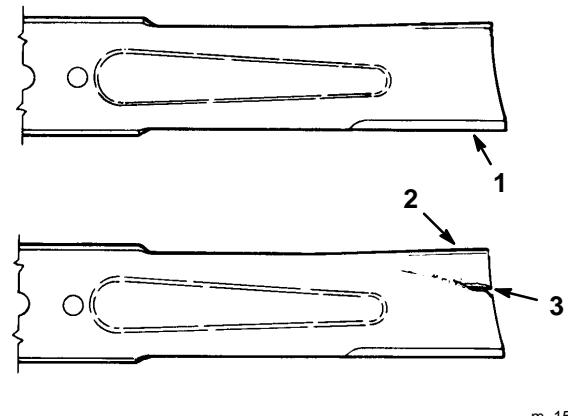

Figure 12
1. Inspecter les arêtes de coupe (Fig 12). Si elles ne sont pas tranchantes ou si elles présentent des traces de coups, déposer les lames et les aiguiser, voir Aiguisage des lames, page 14.
2. Inspecter les lames, surtout à l'endroit de l'incavation (Fig. 12). Si une lame semble endommagée ou usée ou s'il s'y forme une entaille (Fig. 12, no 3), la remplacer immédiatement.